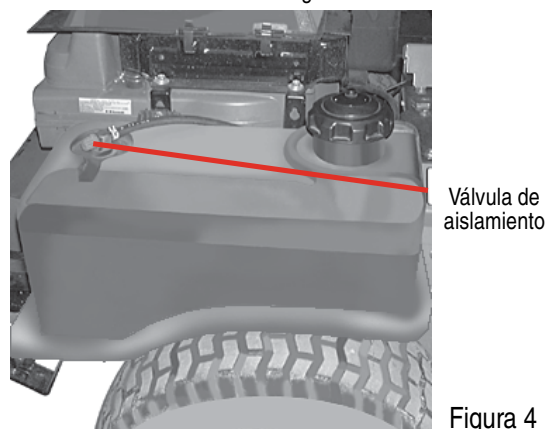

Figura 4
- 7. Válvula de aislamiento del combustible:** (Vea la Figura 4.) Situada arriba del tanque(s) de combustible. Cuando se gira en sentido horario hasta que para, cerrará el flujo de combustible hacia el motor. Cuando se gira en sentido antihorario se abrirá y permitirá que el combustible fluya hacia el motor. Cierre esta válvula si no va a hacer funcionar el cortacésped por un período de 30 minutos o más para prevenir que el motor se ahogue.